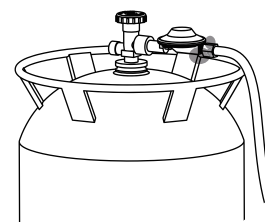

Figure 9
- Reguliatoriaus ir žarnos (žr. Figure 9)